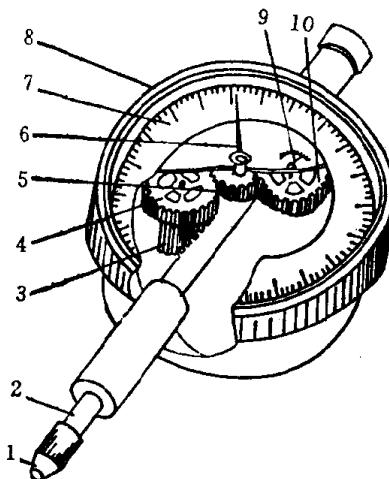

图 1-1-2 百分表
1. 种类和规格：按外形大小，百分表可分为普通型、小型和小型端面百分表三种（见图 1-1-2）。按测量范围分有0~2、0~3、0~5 和0~10mm 四种。